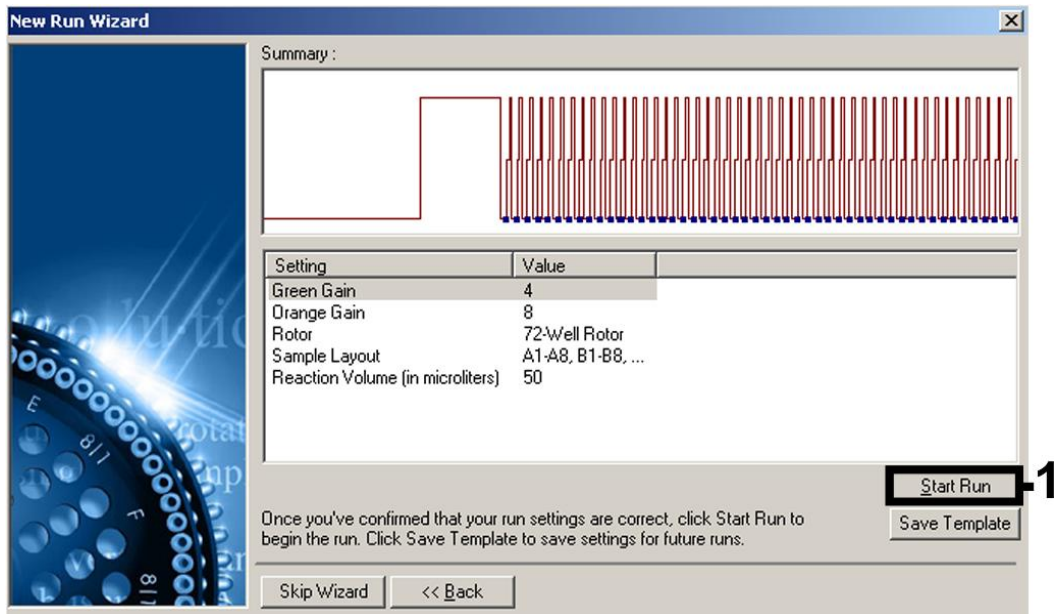

Abbildung 7. Starten des Laufs.
Starten des Laufs	Abbildung 7
10. Die bei der Kalibrierung der Kanäle ermittelten Verstärkungswerte werden automatisch gespeichert und im letzten Menüfenster des Programmierverfahrens aufgeführt (Abb. 7). Klicken Sie auf „Start Run“ (Lauf starten).